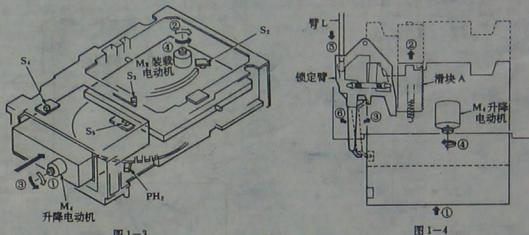

图 1-3
在按下 PLAY(放音)键或 DISC SELECTOR(唱片选择器)键时,M₄(升降电动机)按(①)方向旋转以升起装载部分。见图 1-3。